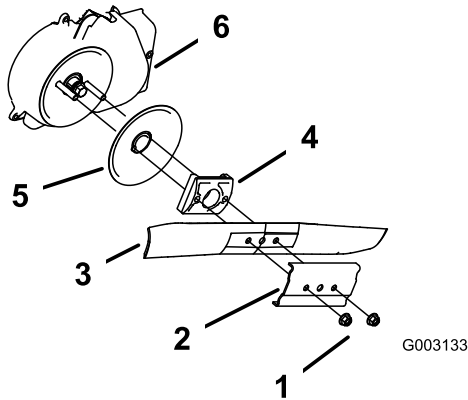

Figure 33
3. Retirez les 2 écrous de la lame et le renfort (Figure 33).
4. Déposez la lame (Figure 33).
5. Déposez le dispositif d'entraînement de la lame et le disque (Figure 33).
6. Déposez la protection du débrayage de frein de lame (Figure 33).
10. Reposez la lame et le renfort déposés précédemment (Figure 33).